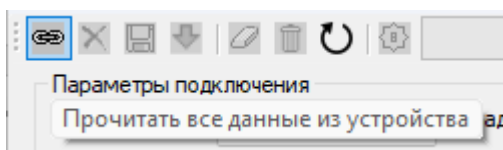

Рисунок 24
- нажать кнопку «Прочитать все данные из устройства» (рисунок 24);